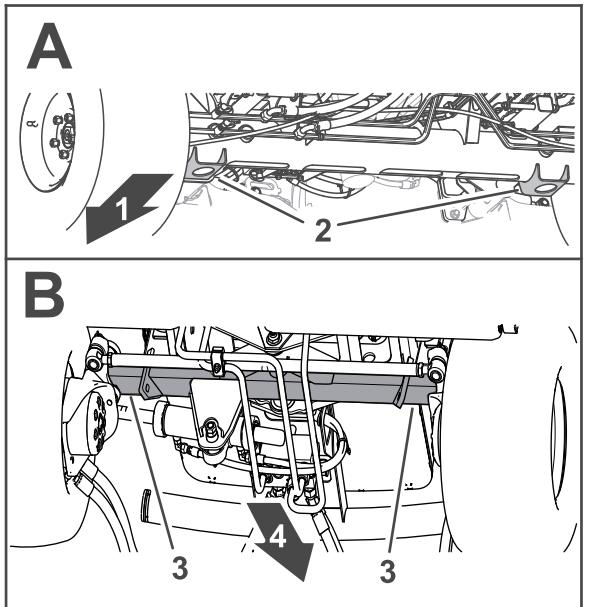

Figure 70
- Avant – supports de cric du tube d'essieu avant (Figure 70).